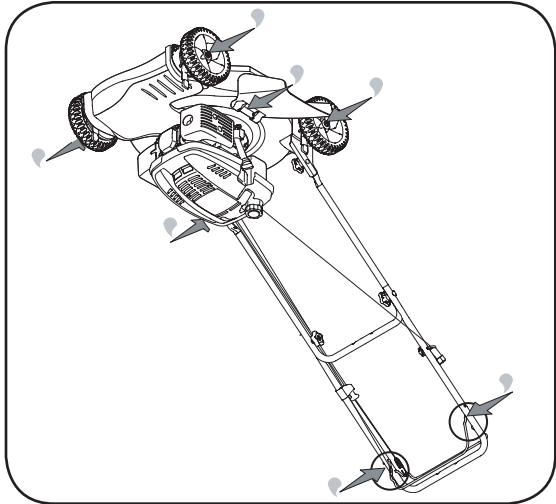

Figure 5-1
1. Lubrifiez les points de pivot de la poignée de commande de la lame au moins une fois par saison avec une huile légère. La commande de la lame doit fonctionner facilement dans les deux sens. Voir la Figure 5-1.
3. Les ressorts de torsion et les points de pivotement sur le clapet arrière doivent être lubrifiés régulièrement avec une huile légère pour empêcher la rouille. Voir la Figure 5-1.